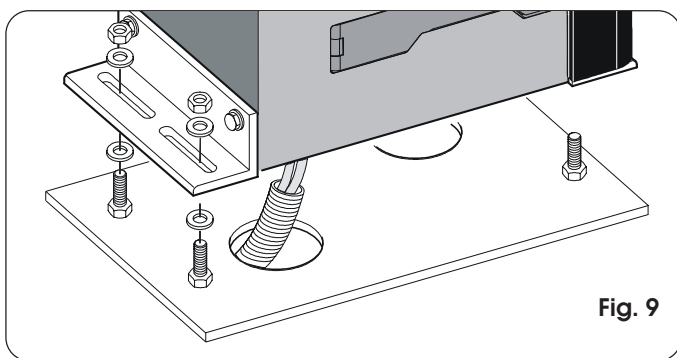
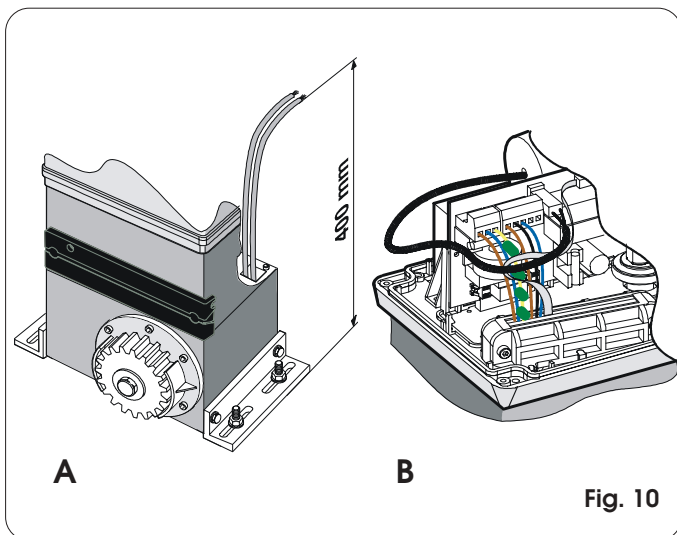

Fig. 9
Fig. 10
- 3) Placer l'opérateur sur la plaque en utilisant les rondelles et les écrous fournis d'après la Fig.9. Durant cette opération faire passer les câbles à travers le conduit spécifique présent dans le demi-corps inférieur de l'opérateur (Fig.10 - Réf.A). Pour accéder à l'armoire électronique, faire passer les câbles à travers le trou spécifique en utilisant le serre-câble avec l'élément en caoutchouc fourni. Veiller en particulier à dénuder tous les câbles de façon à ce que le serre-câble tienne les fils un à un (Fig.10 - Réf.B).